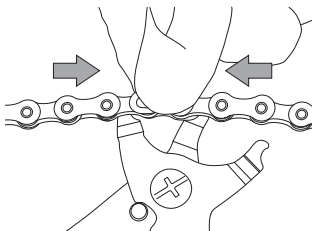

Abb.13
- Drücken Sie das C-Link™ durch Druck von beiden Seiten (innen und außen) zusammen und betätigen Sie gleichzeitig die Zange, um die beiden Stifte anzunähern (**Abb. 13**).